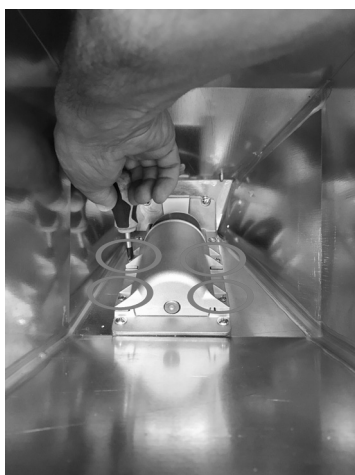

Fig. 36 - Fjernelse af skruer
- Tag adgang fra tanken og løsn de 4 skruer på skærmen på snekken (se **Fig. 36**).